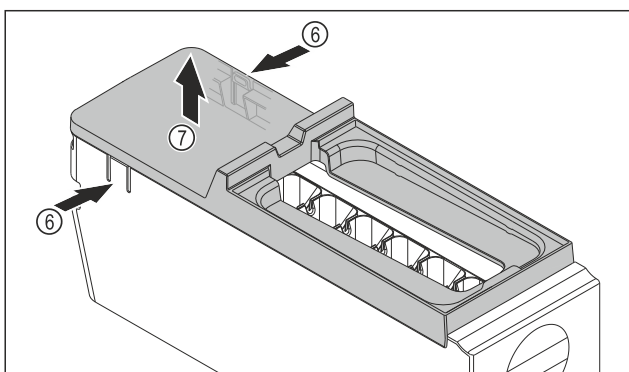

Fig. 77
- ▶ Fjern dekselet til hoveddelen til EasyTwist-Ice: Trykk på tappene Fig. 77 (6) på begge sider av hovedenheten til EasyTwist-Ice- med én hånd.
- ▶ Fjern dekselet Fig. 77 (7) ved å trekke det oppover med den andre hånden.